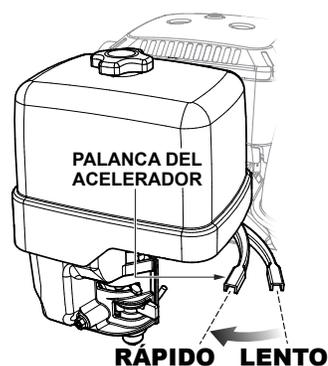

Figura 13. Palanca del acelerador (posición de *ralentí*)
2. Mueva la palanca del acelerador (Figura 13) a la posición de *ralentí*.